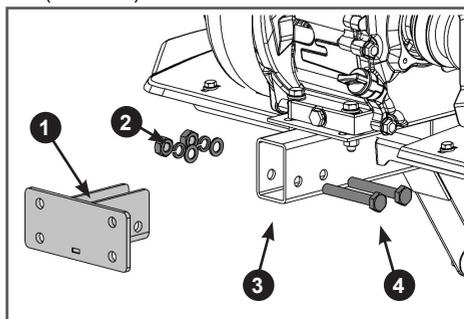

Рис. 12. Установка основания кронштейна для навесной роторной косилки
11. Установите основание кронштейна для навесной роторной косилки. Для этого, вставьте основание 1 в раму 3, совместите отверстия в раме и основании, вставьте в отверстия болты 4, установите шайбы и закрутите гайки 2 (Рис. 12).